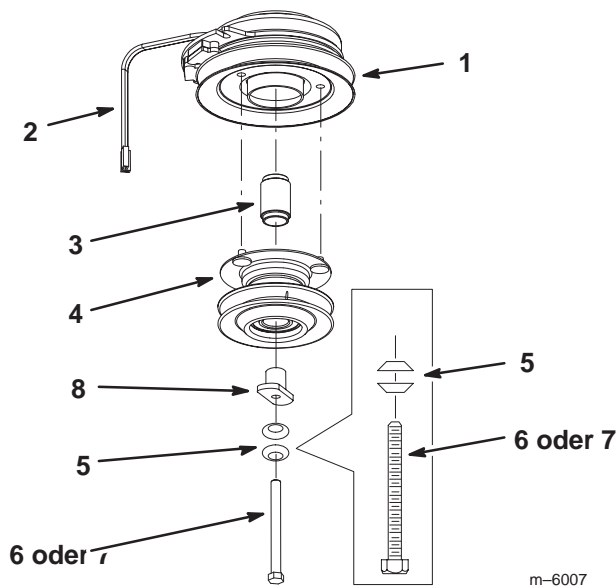

Bild 5
1. Setzen Sie das neue Scheibendistanzstück in die Kupplung ein (Bild 5).
2. Setzen Sie die Antriebsscheibe in die drei Löcher ein, die Sie in die Kupplungsscheibe gebohrt haben (Bild 5).
3. Setzen Sie das Antriebsdistanzstück in die Antriebsscheibe ein (Bild 5).
4. Wenn die Maschine einen Kawasaki® Motor hat, montieren Sie die Kupplung mit einer Schraube (7/16 x 5-1/2 Zoll) und 2 vorhandenen Spannscheiben (Bild 5).
5. Wenn die Maschine einen Kohler® Motor hat, montieren Sie die Kupplung mit einer Schraube (7/16 x 4-3/4 Zoll) und 2 vorhandenen Spannscheiben (Bild 5).
6. Ziehen Sie die Kupplungsschraube mit 75 Nm an (Bild 5).